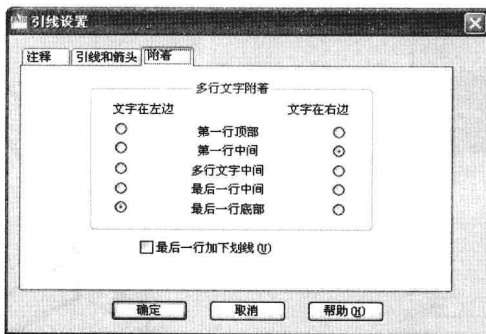

图 7-5-3
(3) 单击“附着”选项卡，勾选“最后一行加下划线”，如图 7-5-3 所示。单击“确定”按钮。